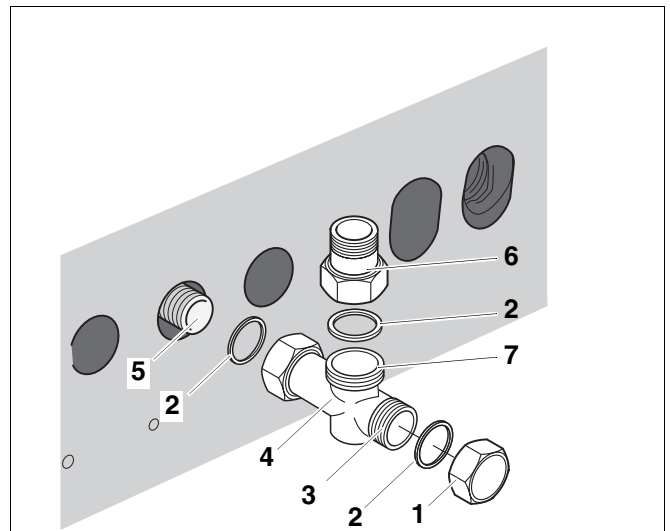

Abb. 9 Rücklauf am Logano G124 WS montieren
- Dichtung (Abb. 9, **Pos. 2**) in die Überwurfmutter des mitgelieferten T-Stücks (Abb. 9, **Pos. 4**) einlegen.
- T-Stück (Abb. 9, **Pos. 4**) am Rücklaufanschluss des Heizkessels RK (Abb. 9, **Pos. 5**) festschrauben.
Wenn Sie kein Heizkreis-Schnellmontage-System (Zubehör) verwenden, dann stellen Sie den Rücklaufanschluss mit dem mitgelieferten Übergangsstück G 1¼ auf R 1 (Abb. 9, **Pos. 6**) her.
- Dichtung (Abb. 9, **Pos. 2**) in die Überwurfmutter des mitgelieferten Übergangsstücks G 1¼ auf R 1 (Abb. 9, **Pos. 6**) einlegen.
- Das mitgelieferte Übergangsstück G 1¼ auf R 1 (Abb. 9, **Pos. 6**) für den Heizungsrücklauf (Abb. 9, **Pos. 7**) am 90°-Abgang montieren.
Wenn Sie keinen Warmwasserspeicher anschließen, müssen Sie das T-Stück (Abb. 9, **Pos. 4**) mit der Verschlusskappe (Abb. 9, **Pos. 1**) verschließen.
- Verschlusskappe (Abb. 9, **Pos. 1**) mit Dichtung (Abb. 9, **Pos. 2**) aufschrauben.
- Rücklauf eines Warmwasserspeichers am hinteren Abgang des T-Stücks (Abb. 9, **Pos. 3**, Seite 25) anschließen.